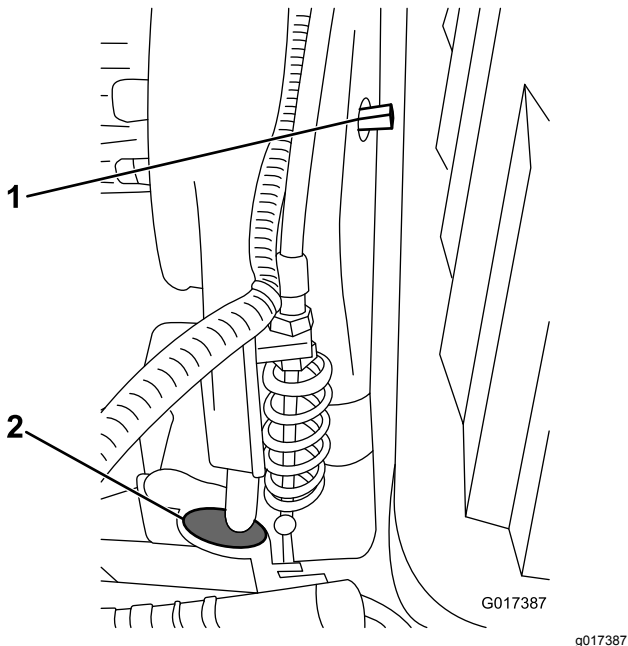
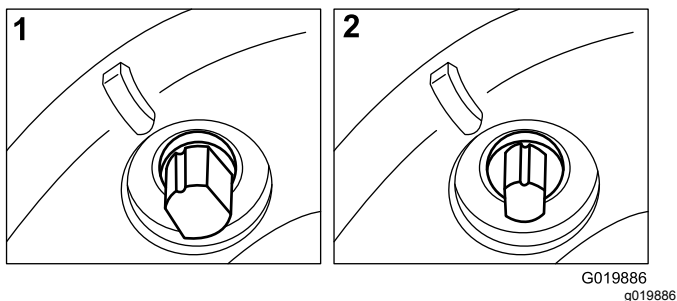

图49
图50
如果需要检查滚刀离合器请从变速箱前面的检查孔中取出橡皮塞 (图49)。
传动带的张紧由弹簧加载怠轮皮带轮控制。如果必须接合/分离皮带张紧力请使用 9.5mm 扳手将接合/分离轴 图49 旋转到所需的位置。将轴顺时针旋转  $\frac{1}{4}$  圈  $90^\circ$  可以使皮带张紧轮与传动带分离 图50。
**注意** 要查看滚刀离合器请从变速箱前面的检查孔中取出橡皮塞 (图49)。